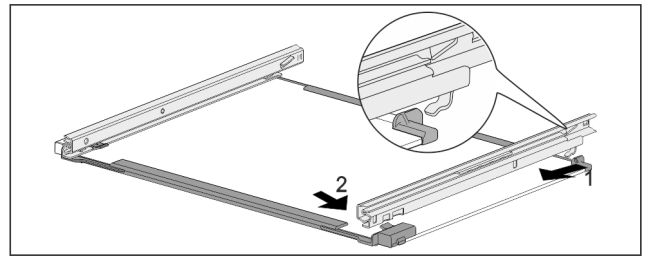

Fig. 158 Tablette en verre avec rails
- ▶ Accrocher le rail à l'arrière. Fig. 158 (1)
- ▶ Accrocher le rail à l'avant. Fig. 158 (2)